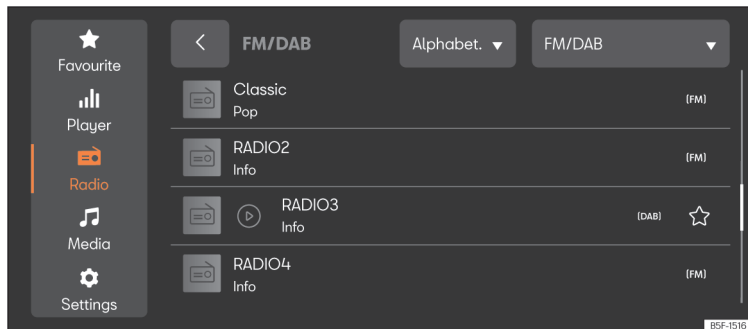

Fig. 172 Reprezentare schematică: Ecranul radioului.
- Apăsați **MENU** > >>> **fig. 172**.